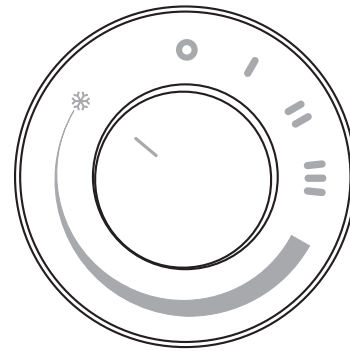

fig. 6
- Per attivare la funzione ANTIGELO ruotare la manopola in modo che il riferimento " I " sia allineato al simbolo " * " sul pannello comandi (fig.6).
- To activate FROST-PROTECTION function, turn the knob so that reference mark "I" is aligned with the " * " symbol on the control panel (fig.6).
- Pour activer la fonction ANTIGEL, tourner la poignée de sorte que la référence " I " soit alignée au symbole " * " du tableau de commande (fig. 6).